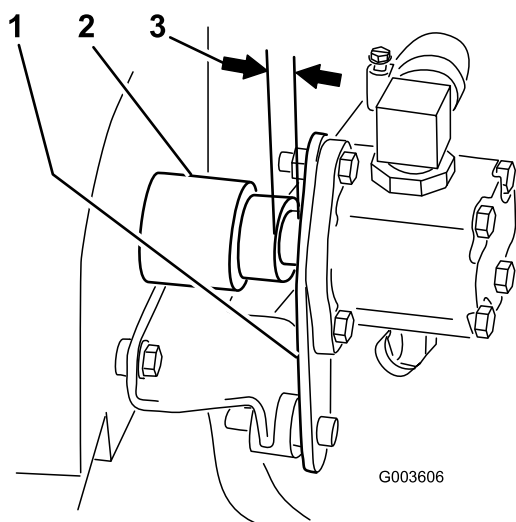

Figura 21
10. El conjunto del cubo tiene que estar totalmente asentado en el eje. Compruebe que existe un hueco entre la chapa de la bomba y el conjunto del cubo. Si no hay hueco, el conjunto del cubo no está correctamente instalado y es necesario asentarlo correctamente (Figura 21).